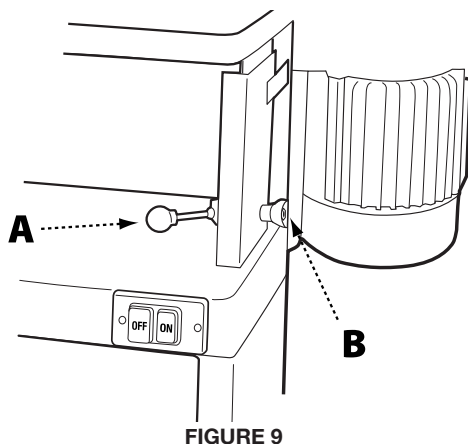

FIGURE 9
1. Desserrez le levier de verrouillage du patin (A) et faites pivoter le patin en position horizontale (plane). Ne verrouillez pas.
2. Ajustez la tension du bloc excentrique en serrant l'écrou nylon (B) avec une clé de 14mm. Voir Figure 9. Tournez l'écrou en tours de 1/4 et vérifiez si la tension de la poignée de verrouillage est adéquate.